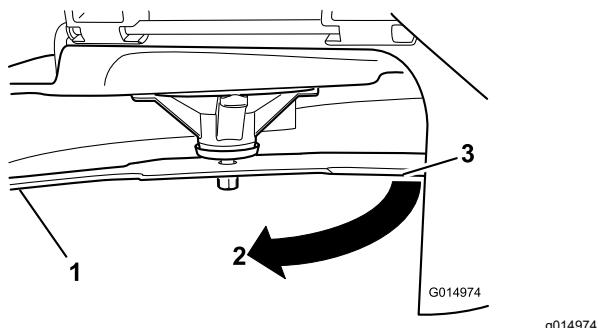

Figure 55
3. Mesurez la distance entre la lame et la surface (A)
4. Tournez la même lame de 180 degrés pour amener le tranchant opposé à la même position (Figure 55).